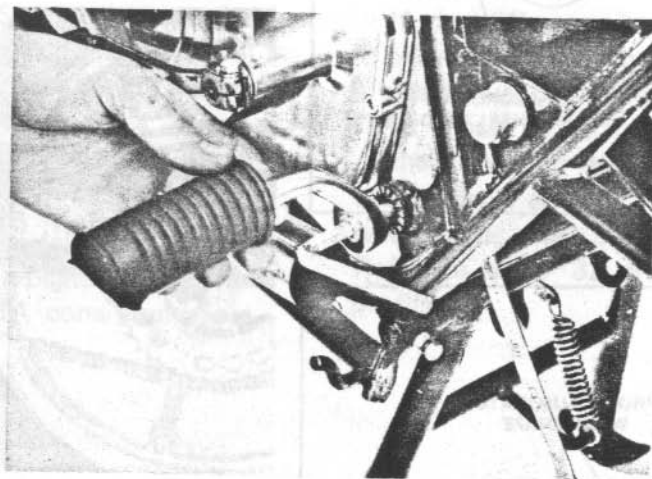

Fig. 34
- 3) Scelta la posizione serrare la vite di fissaggio e ruotare il rivestimento in gomma in modo che lo smusso all'estremità sia parallelo al terreno (Fig. 34).
- 3) Having chosen the position, tighten the holding bolt and turn the footrest rubber cover so that the end chamfer is parallel with the ground level (Fig. 34).